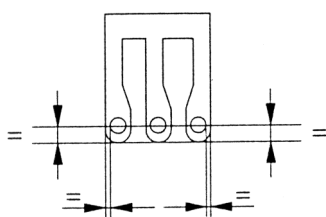

Рис. 3
- Иглы "L0", "L1" и "L2" не должны иметь бокового соприкосновения с игольной пластиной (рис. 3).